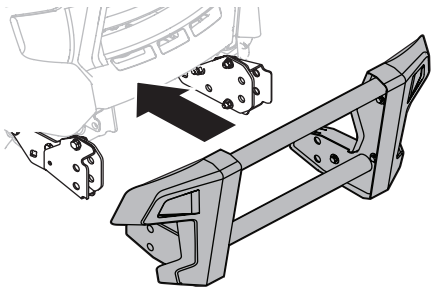

Figura 16
1. Alinee el conjunto de la protección del cepillo con los soportes FastAttach™ y empuje todo el conjunto (Figura 16).